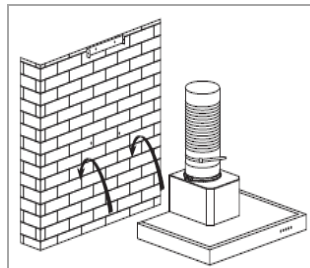

Fig. 4
- Placez l'ensemble de cheminée emboîté et, pour sécuriser le boîtier, vissez les vis inférieures 2x ST4\*30mm à travers le boîtier [Fig. 4].